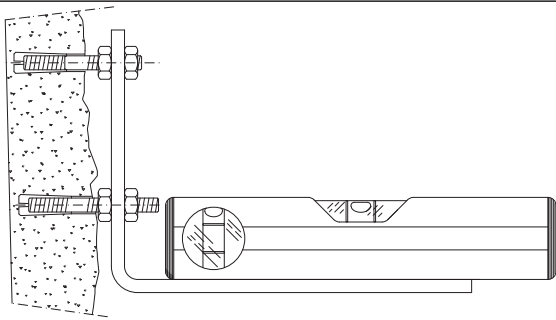

Fig. 5
- Fixe o motoreductor à placa com os 4 parafusos orientando o motoreductor como direito ou esquerdo (fig.5).